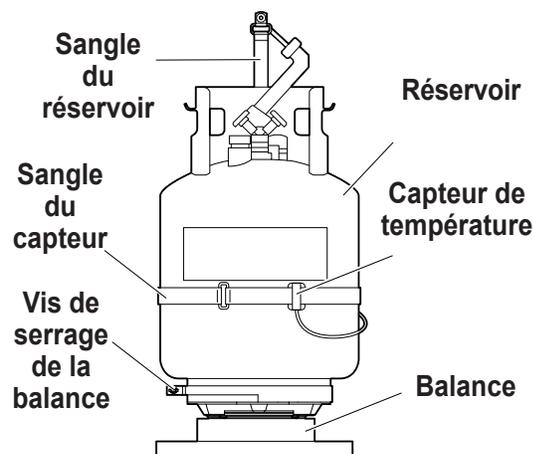

Figure 1
2. Placez le réservoir sur la balance dans le sens indiqué Figure 1. Serrez la vis de serrage sur la balance.
3. Enroulez la sangle de retenue du réservoir à travers la poignée du réservoir et fixez l'attache à l'anneau de sangle. Reportez-vous à la Figure 1.
5. Retirez l'ensemble du capteur de température et la courroie de son emballage et l'installez sur le réservoir. La machine ne fonctionnera pas correctement sans le capteur de température du réservoir. Consultez la Figure 1 pour déterminer la bonne position du capteur.